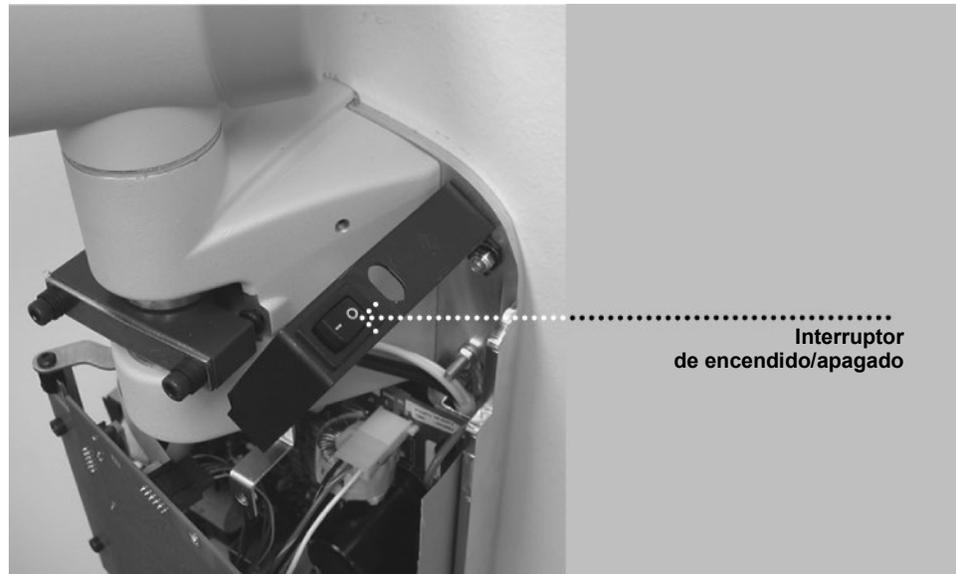

Figura 33
3. Encender el sistema de rayos X dental Preva usando el interruptor de encendido como se muestra en la *Figura 32*. En la pantalla del panel del operador, *Figura 33*, se verá la versión del software. Luego el panel del operador mostrará los factores técnicos.